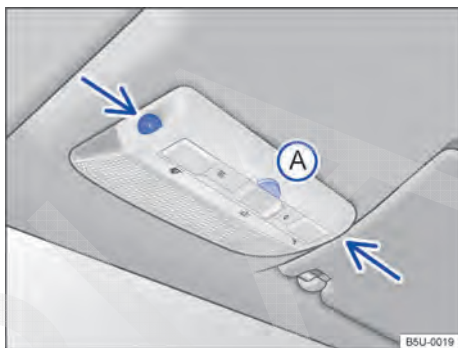

Fig. 26 No console do teto: sensores de monitoramento do interior do veículo e tecla (A) para desligar o monitoramento do interior do veículo.
O monitoramento do interior do veículo dispara o alarme com o veículo travado, se reconhecer movimentos no interior do veículo. O sensor e o receptor estão localizados no conjunto da lanterna de leitura → **Fig. 26** (setas).
- Pressionar a tecla → **Fig. 26** (A). No painel de instrumentos, a luz de controle  se acende.